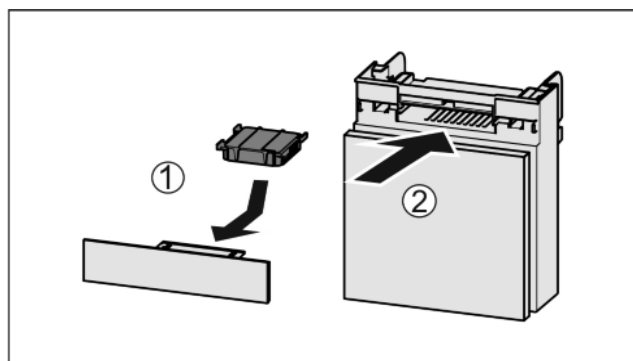

Fig. 45
- ▶ Aktivni ogljeni filter vstavite Fig. 45 (1) skladno s prikazom na sliki.
- ▶ Predal potisnite noter Fig. 45 (2).